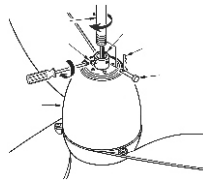
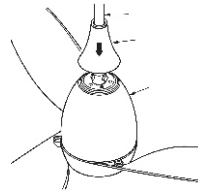

Fig.9
Fig.10
Paso 3: Introduzca la varilla en el hueco del motor, fije los tornillos del set y el pin de la abrazadera. (Fig. 9 y Fig. 10)